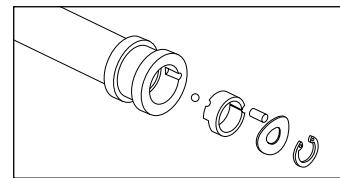

Fig. 3
- Retirez délicatement la plaque d'indexation, la rondelle ondulée, la goupille d'indexation et la bille d'indexation. La bille d'indexation se trouve sous la plaque d'indexation (Fig. 3). Veillez à ne pas égarer la bille d'indexation car elle est petite et peut facilement se perdre.